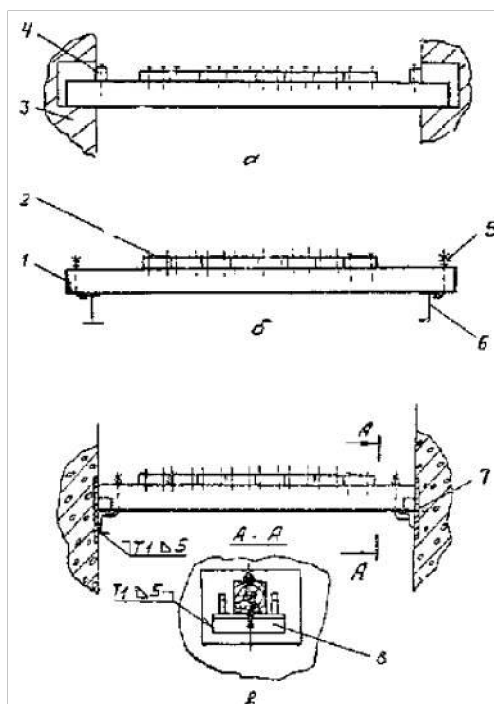

Рисунок 1.3 - Крепление инвентарных подмостей: *а* - в нишах; *б* - к металлическим ригелям; *в* - к закладным деталям;
1.11 Правильность установки подмостей. Подмости должны быть установлены в соответствии с заданием, выданным строителям - монтажной организацией. К заданию на изготовление подмостей должен быть приложен чертеж настила, а также указаны места их установки в лифтовой шахте (привязка подмостей по высоте). Бруски подмостей, как правило, устанавливают в ниши, заранее выполненные строителями согласно (рис. 1.3а). При отсутствии ниш допускается брусья устанавливать на ригели (рис. 1.3б) или опорные уголки с приваркой последних к закладным деталям (рис. 1.3в). При отсутствии ригелей, ниш и закладных деталей в шахтах грузовых лифтов допускается устанавливать стоечные леса (рис 1.4). В шахтах лифтов из объемных блоков подмости допускается устанавливать на специальные закладные детали. Толщина настила не менее 50 мм.